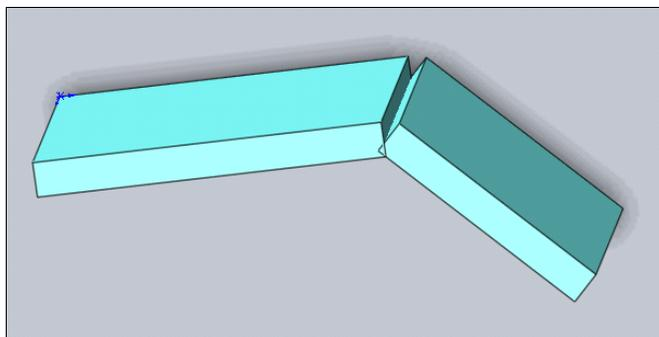

Рис. 5.47
6. Обязательно снимите флажок **Результат слияния** и нажмите кнопку **ОК** . Чтобы в дальнейшем вставленная плоскость не мешала дальнейшим нашим построениям, скройте ее. Для этого в Дереве Конструирования щелкните правой кнопкой мыши элемент **Плоскость1** и в выпадающем контекстном меню выберите кнопку  — **Скрыть**. Многодельная деталь готова к процессу сварки (рис. 5.47).